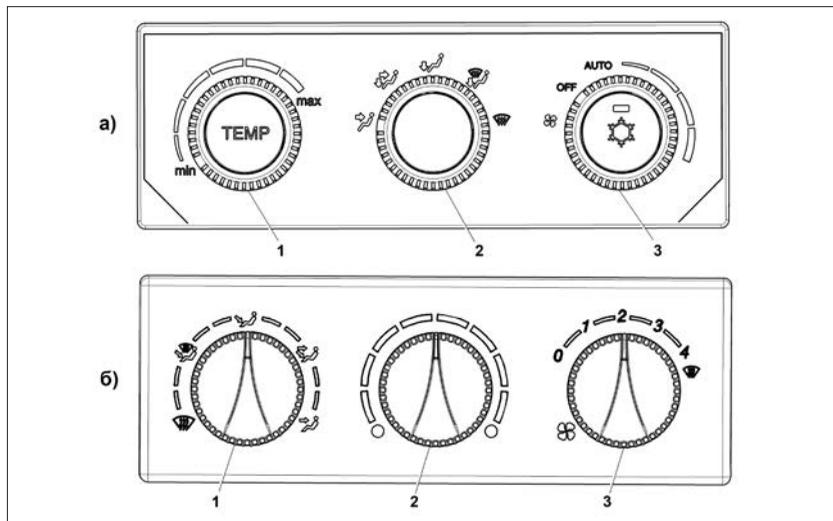

Рис. 69. Переключатели:
- 6 – поворотные переключатели системы автоматического управления климатической установкой (**в варианте исполнения** – системы автоматического управления отопителем), см. рис. 69;
8 – контроллер системы автоматического управления климатической установкой (рис. 69):
9 – контроллер системы автоматического управления отоплением (**в варианном исполнении**), рис. 69б:
Управление распределением воздуха в салоне (рис. 69) имеет следующие обозначения:
– переключатель «1» (рис. 69б) установить в положение  для удаления запотевания или обмерзания;
- переключатель «1» (рис. 69б) установить в положение .
Для размораживания стекол в холодное время года необходимо переключателем «2» (рис. 69б) установить максимальную температуру подаваемого воздуха и включить переключатель «3» в одно из минимальных положений, например, режим «1». По мере прогрева двигателя установите переключатель «3» в положения «2» или «3».